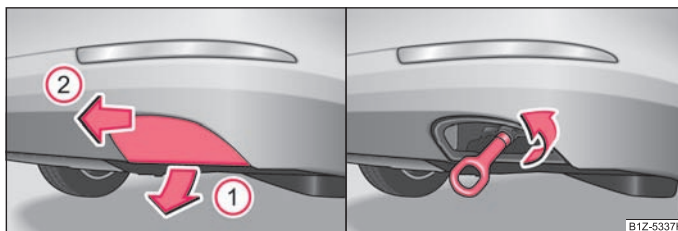

Fig. 187 Bara de protecție din spate: Demontarea capacului/Bara de protecție din spate: Montarea inelului de remorcare
- Apăsând în jos în sensul indicat de săgeata (1) ⇒ fig. 187, deblocați partea de jos a capacului.
- Deblocați partea de sus a capacului trăgând în sensul indicat de săgeata (2) și scoateți-l.
- Însurubai cârligul de tractare cu mâna spre stânga până la limită ⇒ fig. 187 - dreapta și strângeți-l cât de mult posibil. Pentru strângere, vă recomandăm de exemplu să utilizați cheia de roi, inelul de ancorare al unui alt autovehicul sau un alt obiect asemănător, pe care să îl puteți introduce în cârlig.